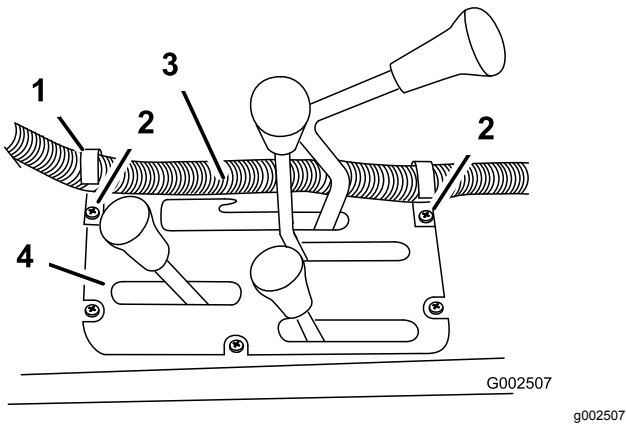
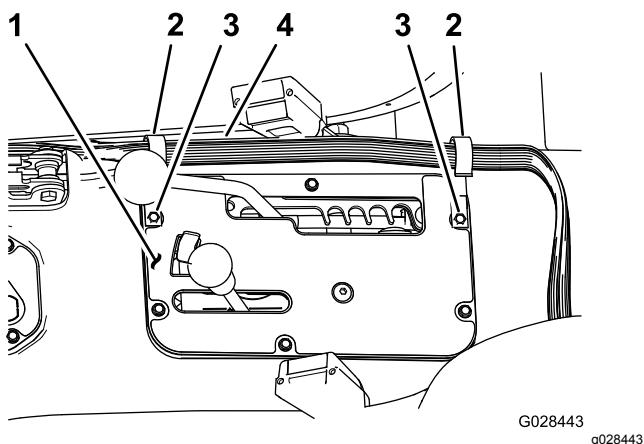

Figura 20
Figura 21
- 1. Monte os 2 grampos em forma de J na consola central nos pontos indicados em Figura 20 ou Figura 21 utilizando os parafusos existentes.